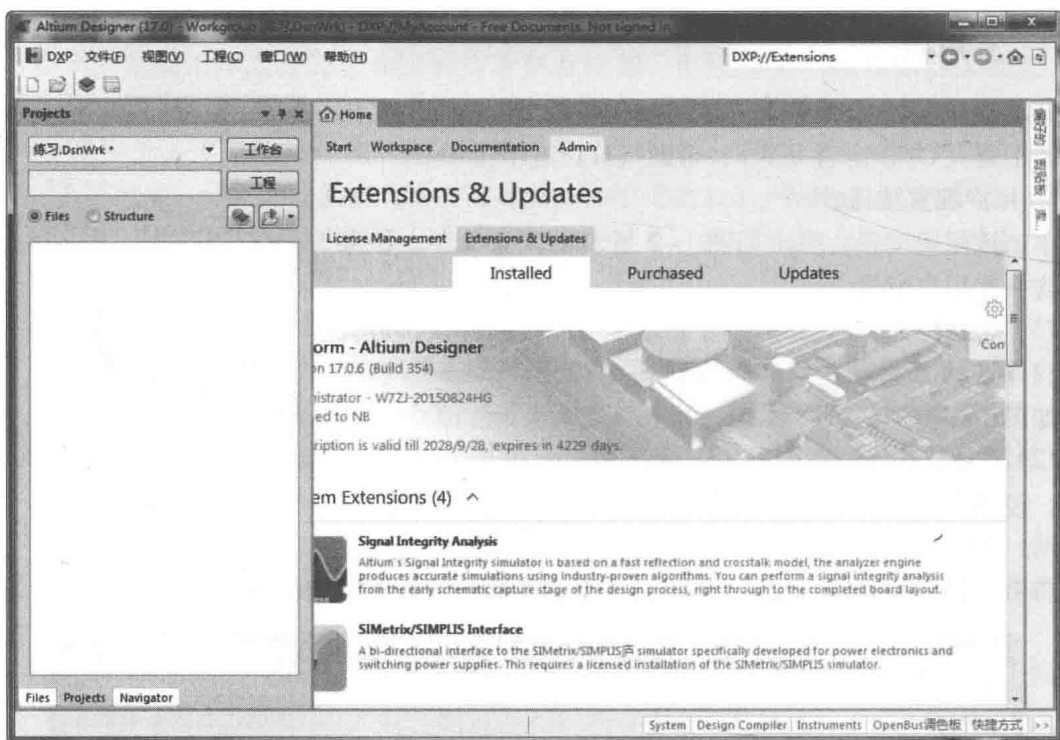

图 1-4 插件与更新选项卡
(3) “Extensions and Updates (插件与更新)”命令：用于检查软件更新，单击该命令在主窗口右侧弹出如图 1-4 所示的“Extensions and Updates (插件与更新)”选项卡。